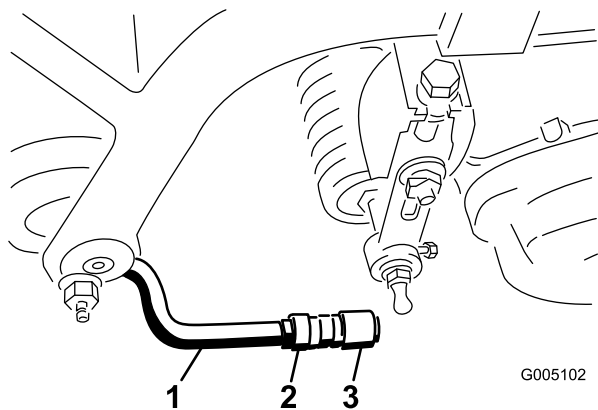

Figura 11
6. Allineate gli attacchi nei giunti sferici in modo che la parte aperta dell'attacco sia centrata verso il prigioniero a sfera. Serrate i controdadi per fissare gli attacchi in posizione (Figura 11).